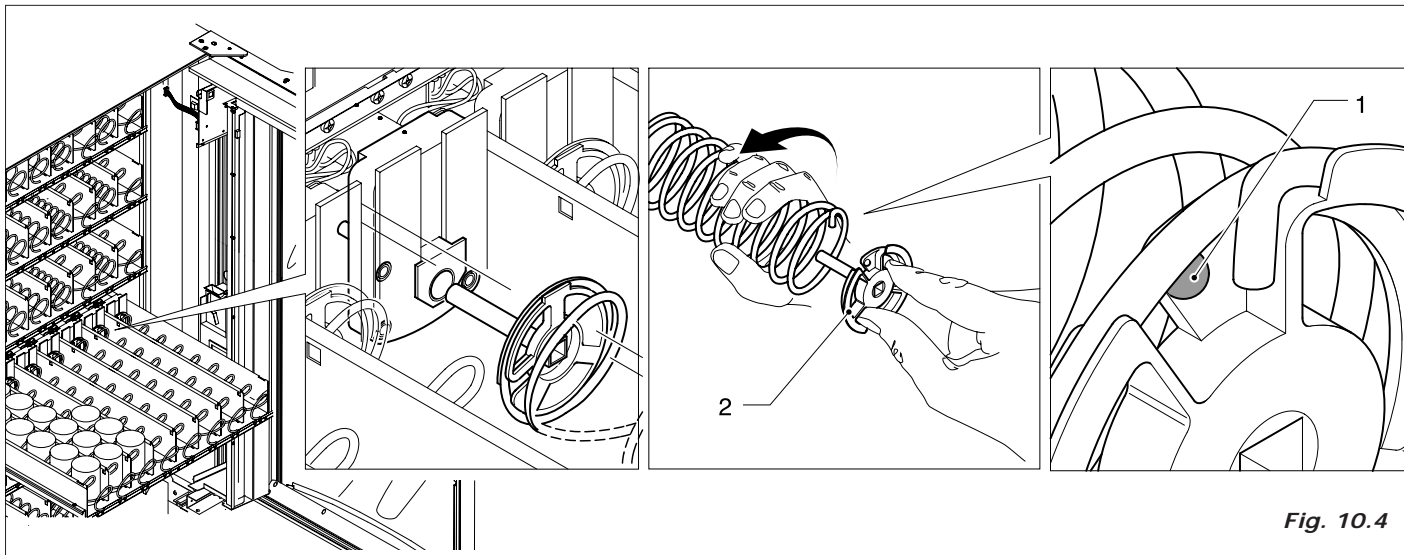

Fig. 10.4
- virar a espiral no sentido horário até o desbloqueio sobre o came de arrastamento (Fig. 10.4)
- enganchar a espiral atrás da marca sobre o came (Fig. 10.4-pos.1)
- introduzir a espiral no corte sobre o came (Fig. 10.4-pos.2)